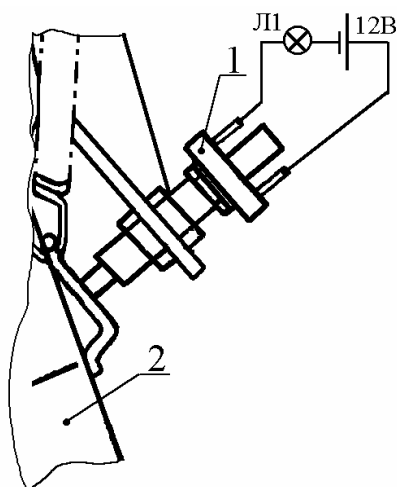

Рис. 19. Проверка работоспособности выключателя сигнала «Стоп»:
4.16.3.2. К штекерам выключателя подключить питание от аккумуляторной батареи и электролампу, как показано на рис. 19.